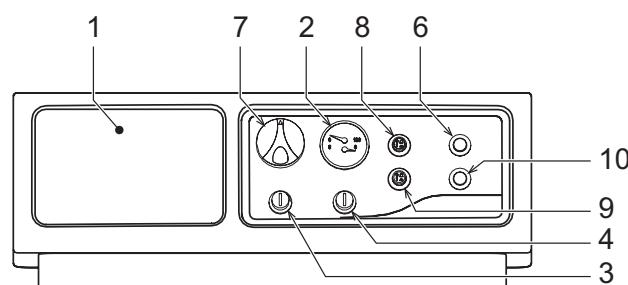

fig. 1 - Pannello comandi
- Portare l'interruttore di caldaia "**8**" sulla posizione "acceso" (fig. 1 - Pannello comandi").
- Qualora la caldaia venga dotata di una centralina elettronica termostatica, montata in posizione 1 di "fig. 1 - Pannello comandi", l'utente dovrà tenere conto anche delle istruzioni fornite dal costruttore della stessa.
Ruotando la manopola 7 di "fig. 1 - Pannello comandi" in senso orario la temperatura dell'acqua di riscaldamento aumenta, in senso antiorario diminuisce. La temperatura può essere variata da un minimo di 30° ad un massimo di 90°. Consigliamo comunque di non far funzionare la caldaia al di sotto dei 45°.
Impostare tramite il termostato ambiente la temperatura desiderata all'interno dei locali. Su comando del termostato ambiente la caldaia si accende e porta l'acqua impianto alla temperatura impostata dal termostato di regolazione caldaia 7 di "fig. 1 - Pannello comandi". Al raggiungimento della temperatura desiderata all'interno dei locali il generatore si spegne.
La pressione di caricamento ad impianto freddo, letta sull'idrometro caldaia part. 2 di "fig. 1 - Pannello comandi", deve essere di circa 1,0 bar. Qualora durante il funzionamento la pressione dell'impianto scendesse (a causa dell'evaporazione dei gas discolti nell'acqua) a valori inferiori al minimo sopra descritto, l'Utente dovrà, agendo sul rubinetto di caricamento, riportarla al valore iniziale. A fine operazione richiedere sempre il rubinetto di riempimento.